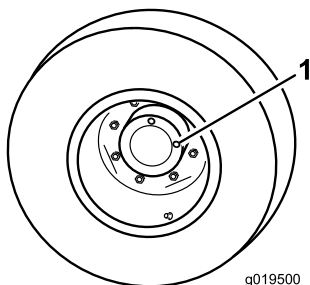

Figura 66
1. Com a máquina numa superfície nivelada, posicione a roda de forma a que um tampão de verificação (Figura 66) fique na posição das 12 horas e a outra na das 3 horas.
1. Tampão de verificação (2)
2. Retire o tampão da posição das 3 horas (Figura 66). O óleo deve ficar ao nível do fundo do orifício do tampão de verificação.